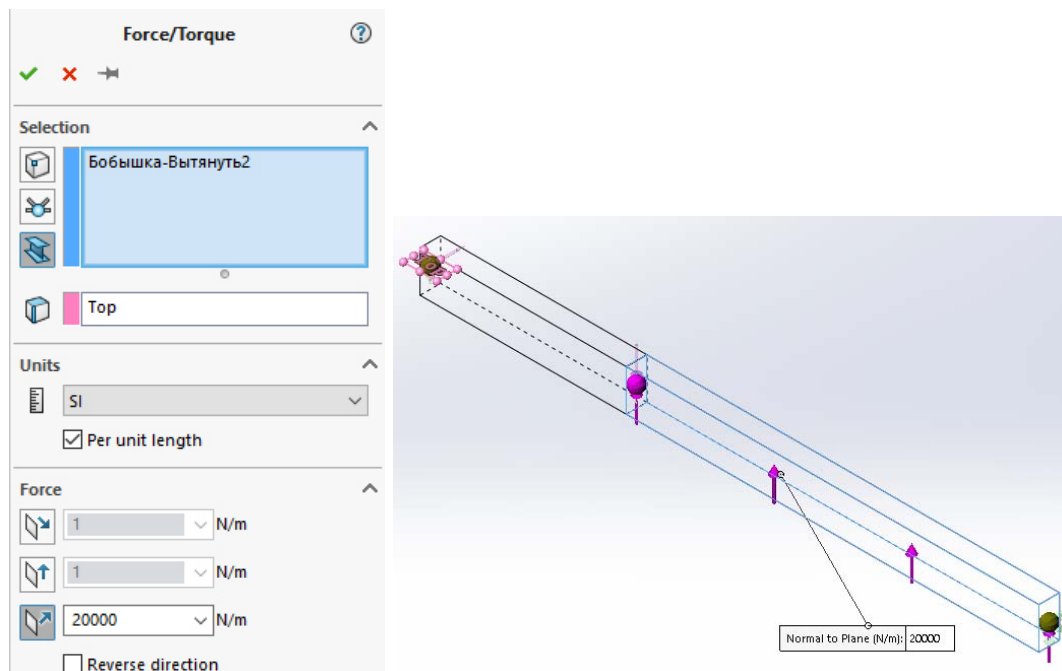

Рис. 4.23
- в полі *Force* (Сила) вибираємо  *Normal to plane* (Перпендикулярно плоскости) і вводим значення розподіленого навантаження — 20000 Н/м (рис. 4.23). Натискаємо .